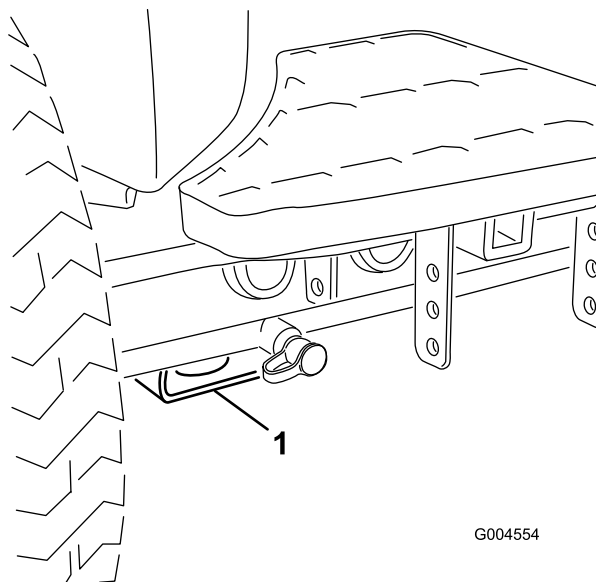

図 45
- ・ 前：各前輪の内側、アクスル・チューブの下にある四角いパッド（図 45）